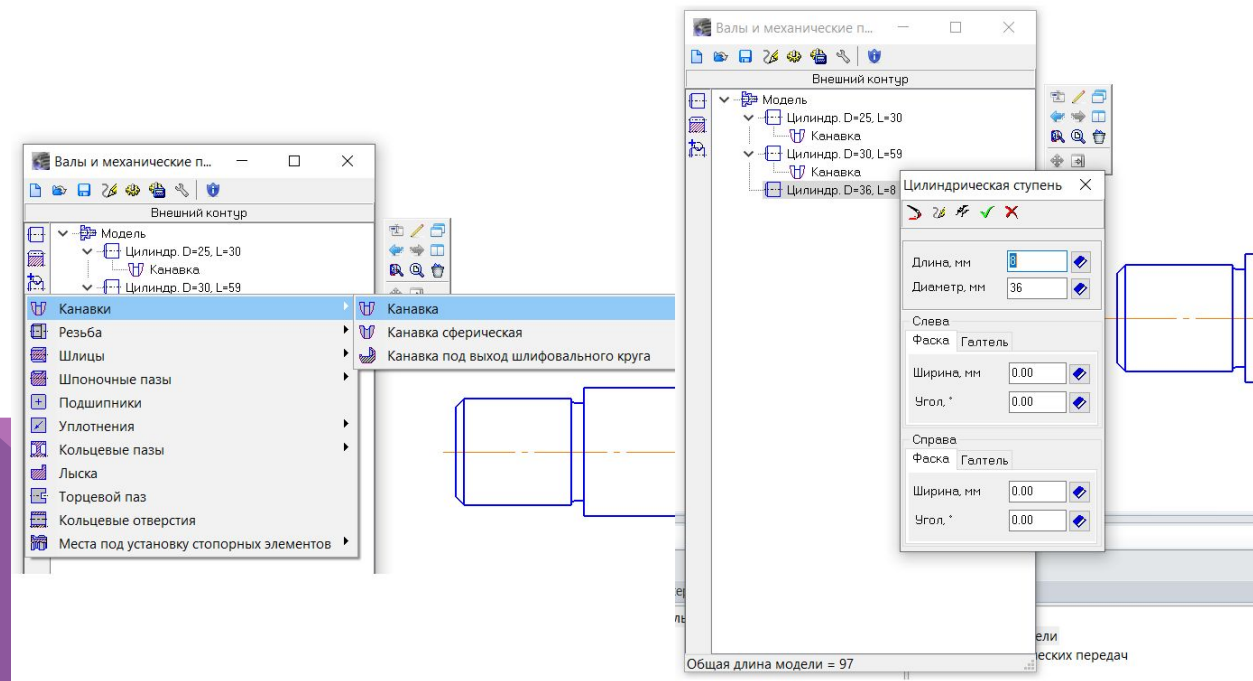

Рисунок 3.7 – Построение канавки
6. Далее формируем канавку – это дополнительное построение (рисунок 3.7). Упростим построение.